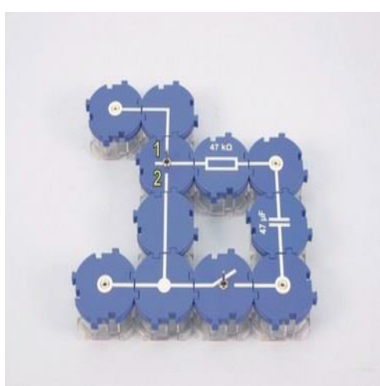

Figura 3: Segundo circuito a montar
- **Segundo experimento:** Monte el circuito como se muestra en la figura 3.